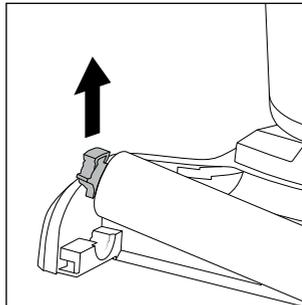

Fig. 34
- ◆ Afferrare il supporto a sinistra del rullo a spazzola **6** e tirarlo verso l'alto per rimuovere il rullo a spazzola dal piede **3** (vedere fig. 34).